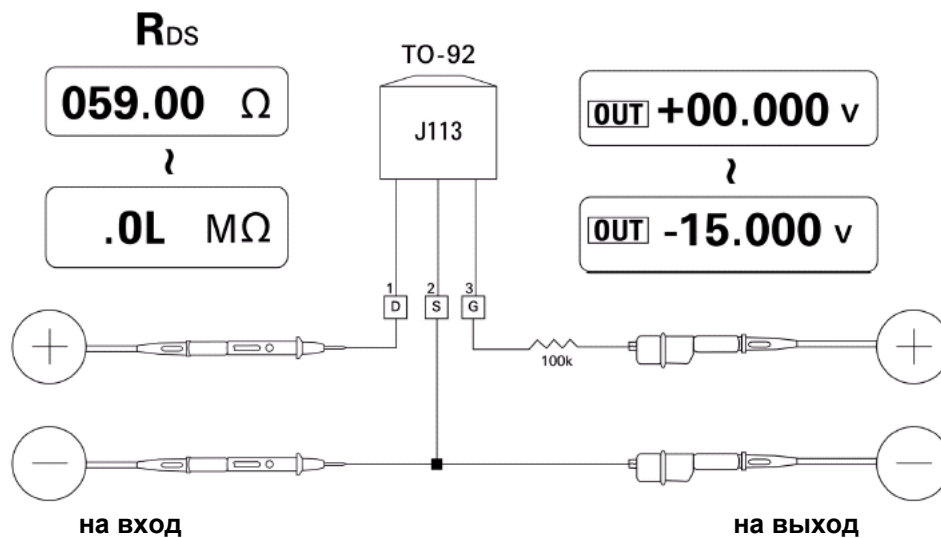

Рис. 5-11 Измерение напряжения отсечки n-канального полевого транзистора
4. Постепенно изменяйте выходное напряжение с +00.000 В до -15.000 В. Соответственно будет увеличиваться значение R_{DS} (см. рис. 5-11).